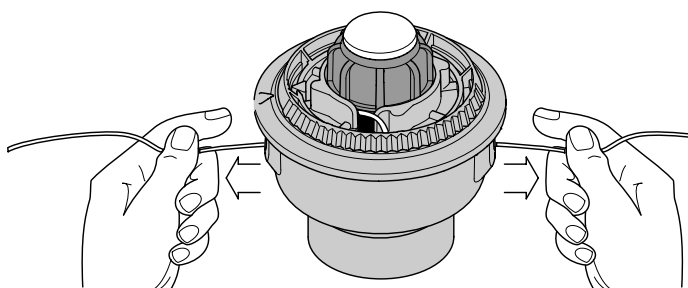

Fig. 19
- Si el bobinado de la línea se torna dificultoso o la línea se enreda, tire de los extremos de la línea de la bobina. Continúe bobinando el carrete interior en sentido antihorario (Fig. 19).
- Sostenga el carrete interior en su lugar e instale la botón de tope, el resorte y el sello de espuma presionando y girando la botón de tope en sentido horario. Tome los extremos y tire con firmeza para soltar la línea de las ranuras de fijación en el carrete interior (Fig. 19).
Si el SpeedSpool® no suelta línea en forma correcta, tire firmemente de los extremos de la línea de la bobina (Fig. 19). Si al hacer esto la línea no se suelta, siga las instrucciones de limpieza del SpeedSpool® a continuación.